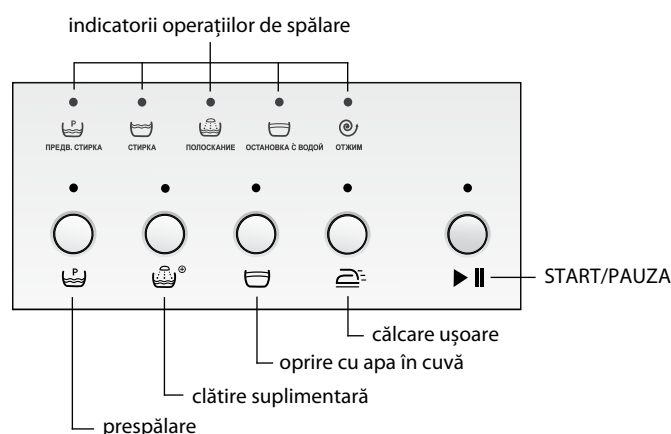

Figura 3 – Afșișajul și butoanele de comandă
Fiecare buton are un indicator și este marcat cu simbol pe panoul de comandă, în conformitate cu Figura 3. Pentru a selecta funcția auxiliară dorită, apăsați butonul corespunzător.
1.4.1 Pentru a selecta funcția auxiliară, apăsați butonul corespunzător acestei funcții – se aprinde indicatorul în conformitate cu Figura 3. La apăsare repetată, indicatorul de lumină se stinge, funcția se anulează.